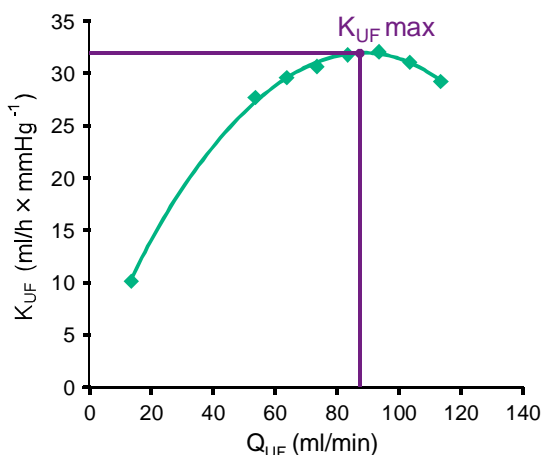

Fig. 11-23 Principe de détermination du K_{UFmax}
Pour le calcul du K_{UF} (voir également section 13.10 Formules (400)), l'appareil définit le débit convectif Q_{UF} , mesure la TMP et calcule le coefficient d'ultrafiltration K_{UF} . La détermination du K_{UF} pour différentes valeurs de Q_{UF} donne une fonction parabolique typique (Fig. 11-23) : K_{UF} augmente en premier, jusqu'au sommet de la parabole (valeur maximale), et diminue ensuite si Q_{UF} continue d'augmenter. En ajustant les valeurs déterminées en fonction d'une courbe de régression ($f(x) = Ax^2 + Bx + C$), le coefficient d'ultrafiltration maximal (K_{UFmax}) et le débit convectif correspondant (Q_{UF}) peuvent être dérivés.